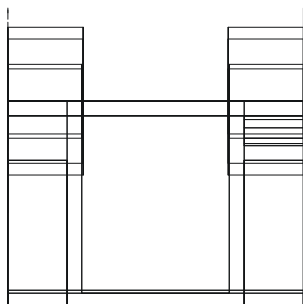

图 12-2-17
STEP 03 转到左视图中，用拉伸工具对箱体中的多段线进行向左拉伸 40 距离，形成箱体凸台，如图 12-2-17 所示。